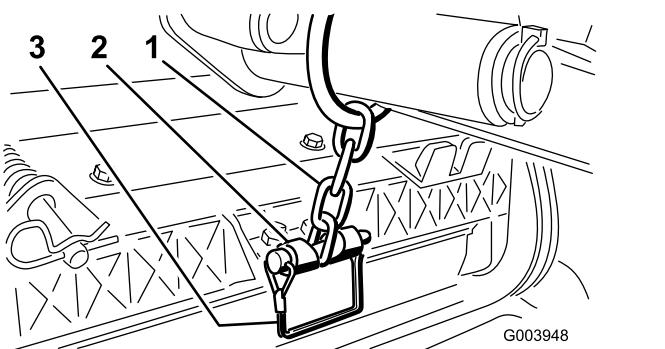

Bild 12
3. Befestigen Sie die Hubarmkette Ständer mit dem Einraststift an der Kettenhalterung (Bild 12).